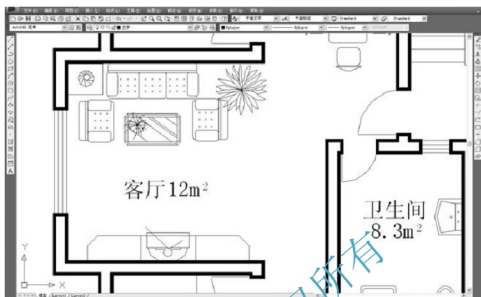

图 1.23 用【窗口放大】命令放大“沙发”区域
(1) 调整视图：用【窗口放大】命令将“标准层住宅平面图”上的“沙发”区域放大，如图 1.23 所示。
(2) 单击修改工具栏上的【删除】图标  或在命令行输入“E”并按 Enter 键，即可启动【删除】命令。
(1) 仍然将视图调整至如图 1.23 所示的状态。
(2) 启动【删除】命令，命令行出现**选择对象**：提示。
(1) 仍然调整视图至如图 1.23 所示的状态(放大“沙发”区域)。
- 仍然调整视图至如图 1.23 所示的状态(放大“沙发”区域)。